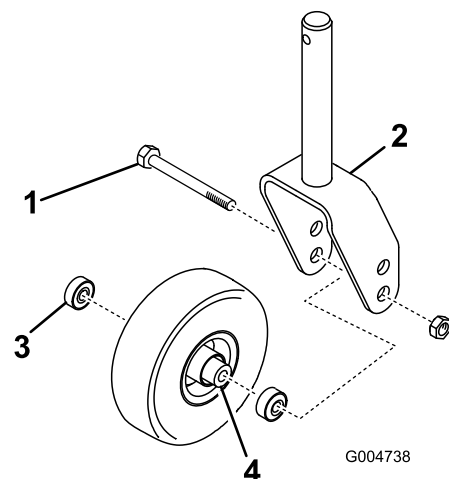

Bild 98
- Entfernen Sie die Sicherungsmutter von der Schraube, mit denen das Laufrad in der Mitte der Laufradgabel oder am Laufradgelenkarm (Bild 98) befestigt ist. Halten Sie das Laufrad fest und schieben die Schraube aus der Gabel oder vom Gelenkarm ab.
2. Entfernen Sie das Lager aus der Radnabe und lassen das Lagerdistanzstück herausfallen (Bild 98). Entfernen Sie das Lager aus der gegenüberliegenden Seite der Radnabe.